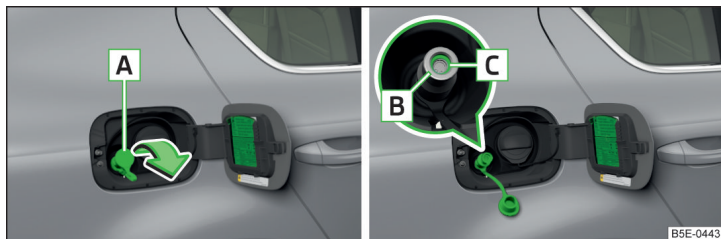

Abb. 313 Erdgaseinfüllstutzen
- Die Kappe **A** » Abb. 313 in Pfeilrichtung abnehmen und die Füllkupplung der Betankungsanlage auf den Einfüllstutzen **B** stecken.
- Prüfen, ob der Dichtring **C** » Abb. 313 im Einfüllstutzen **B** stecken blieb. Ist der Dichtring auf die Füllkupplung gerutscht, dann ist dieser wieder in den Einfüllstutzen einzusetzen.